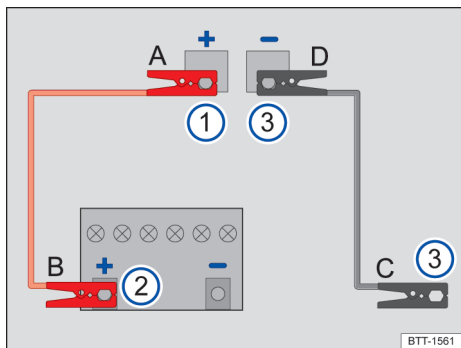

Fig. 182 Esquema para a conexão dos cabos auxiliares de partida no veículo que presta auxílio de partida.
Legenda para Fig. 182:
Conectar o cabo auxiliar de partida somente na sequência **A - B - C - D** → Fig. 182.
- Conectar uma extremidade do cabo auxiliar de partida *vermelho* ao ponto de auxílio à partida (polo positivo) (+) do veículo híbrido com a bateria do veículo de 12 V descarregada Fig. 182
- Conectar a outra extremidade do cabo auxiliar de partida *vermelho* ao polo positivo (+) do veículo fornecedor de corrente elétrica → Fig. 182
- Conectar uma extremidade do cabo auxiliar de partida *preto* ao veículo com a bateria do veículo de 12 V fornecedor de corrente elétrica, de preferência, num ponto de auxílio à partida (ponto de aterramento), ou então, numa peça metálica maciça firmemente aparafusada com o bloco do motor ou no próprio bloco do motor → Fig. 182
- Conectar a outra extremidade do cabo auxiliar de partida *preto* no veículo híbrido com a bateria do veículo 12 V descarregada, no ponto de auxílio à partida ponto de aterramento (-) → Fig. 182
- Desconectar o cabo auxiliar de partida com o motor em funcionamento somente na sequência **D - C - B - A** → Fig. 182.